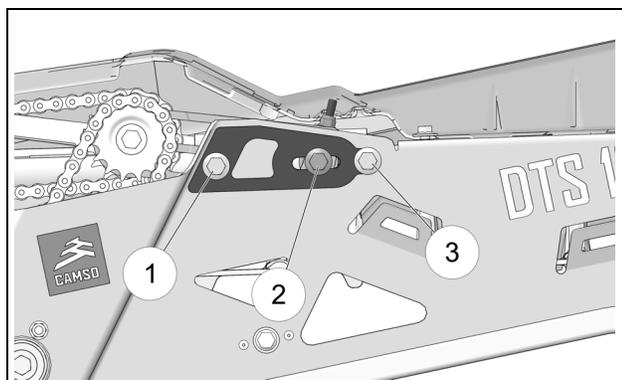

Figure 8
- Resserrer les boulons de fixation (1), (2) et (3) du tendeur de chaîne à un couple 90 N-m [67 lb-pi]. Voir la Figure 8.